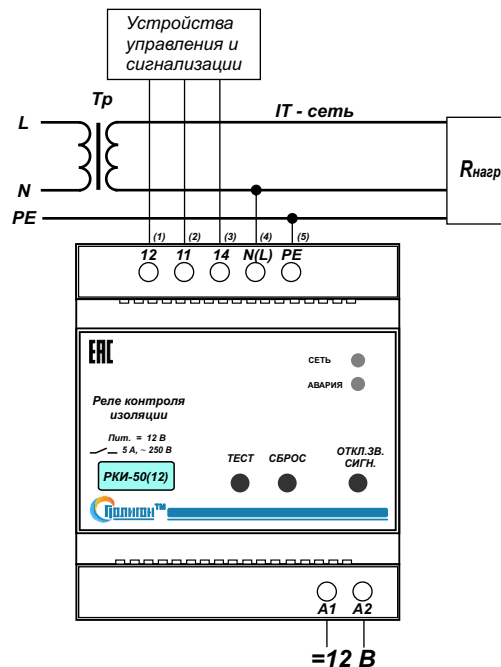

Рис.1. Типовая схема подключения блока РКИ-50(12) к однофазной сети.
4.3. Произвести подключение реле контроля изоляции РКИ-50 согласно маркировке (рис.1,2,3.): N(L) - нейтраль (фаза